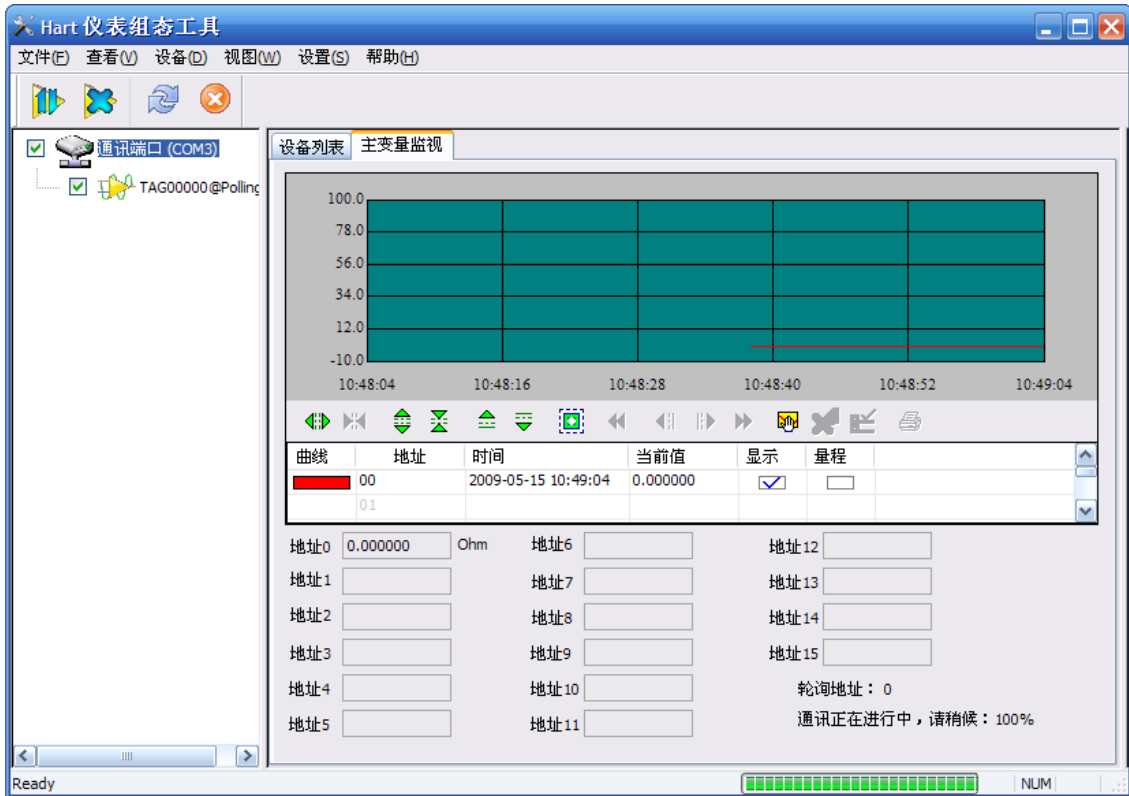

图 5.19 主变量监视选项卡
- (1) 鼠标左键点击网络视图中串口结点（例如：COM1），右侧选项卡视图显示该串口所连接网络的所有在线设备相关的选项卡信息。
- (2) 点击右侧选项卡视图中的“主变量监视”，如图 5.19 所示。